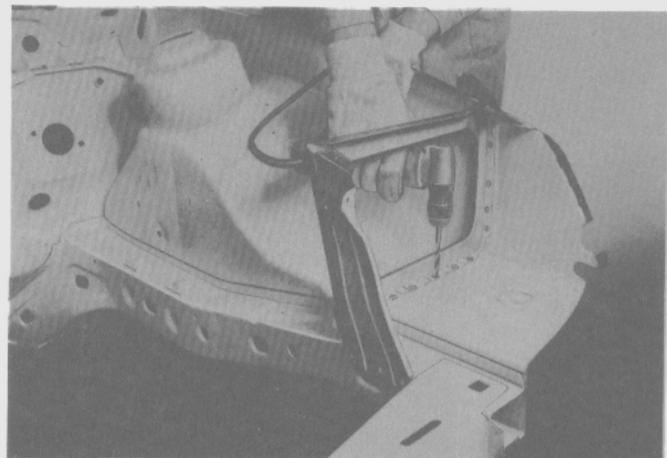

Fig. 118
- Taladrar los puntos de soldadura del panel de montaje del faro en su unión con el panel del guardabarro delantero interior y el larguero (Fig. 118).